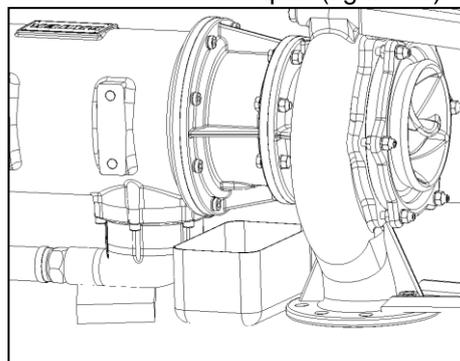

Figure 9
2. Décharger l'huile (figure 9).